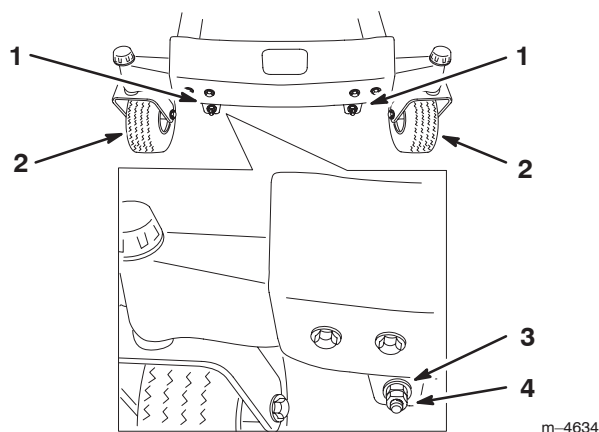

Figure 43
10. Pour régler l'inclinaison avant/arrière des lames, retirez les contre-écrous et tournez les écrous de réglage à l'avant du plateau de coupe (Fig. 43).
12. Après avoir réglé uniformément les deux écrous de réglage, contrôlez de nouveau l'inclinaison avant/arrière. Poursuivez le réglage des écrous jusqu'à ce que la pointe avant de lame soit de 1,6 à 7,9 mm (1/16–5/16 pouce) plus basse que la pointe arrière (Fig. 43).
Remarque : Après avoir réglé les écrous de réglage, vérifiez qu'aucune des tige de support ne présente de jeu (Fig. 45). Serrez l'une ou l'autre pour supprimer le jeu (Fig. 43).